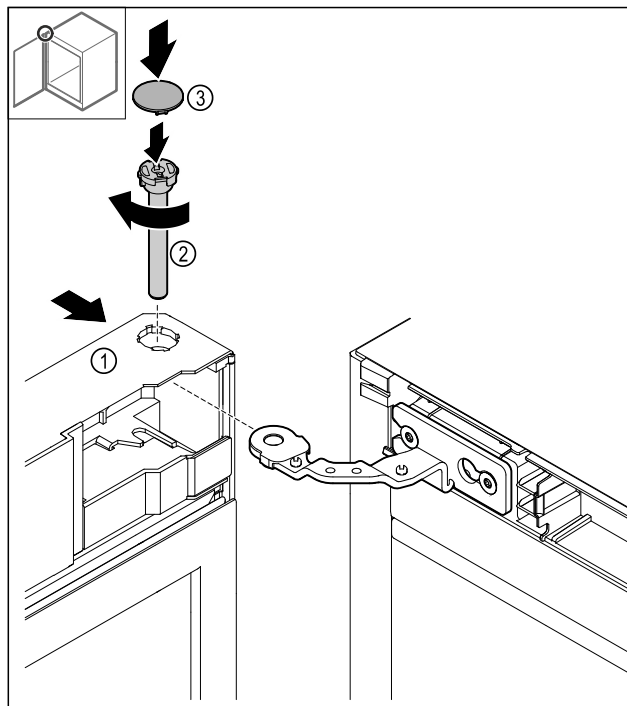

Fig. 47
- Skyv døren Fig. 47 (1) oppe på hengselen.
- Sett inn bolten Fig. 47 (2) og skru den fast med urviseren.
- Sett på dekselet Fig. 47 (4).